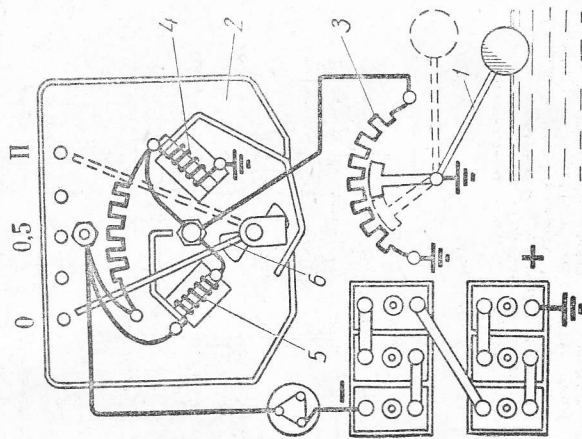

Рис. 61. Схема прибора, определяющего уровень топлива в баке:
2. **Прибор**, служащий для контроля за уровнем топлива в бензобаке (рис. 61), состоит из датчика 1 и указателя 2 с электрической связью между ними.